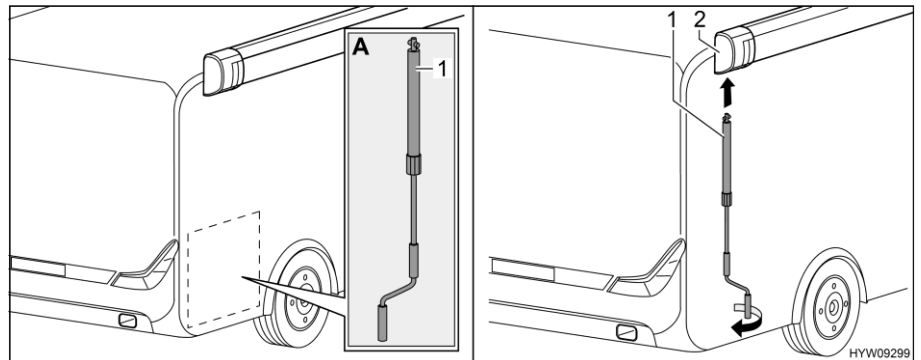

Bild 43 Kurbel anbringen
- Kurbel (Bild 43,1) aus Heckgarage nehmen (Bild 43,A).
- Kurbel in Bajonettfassung (Bild 43,2) der Markise stecken.